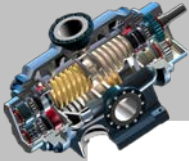

图 5.7.4 “分组”选项卡
Step3. 在“自定义绘图符号”对话框中单击 **分组(G)** 选项卡，详细设置如图 5.7.4 所示，同时在 **预览** 区域中观察设置之后的变化，以确定某些选项是否需要（读者也要根据具体情况来设置这些选项）。